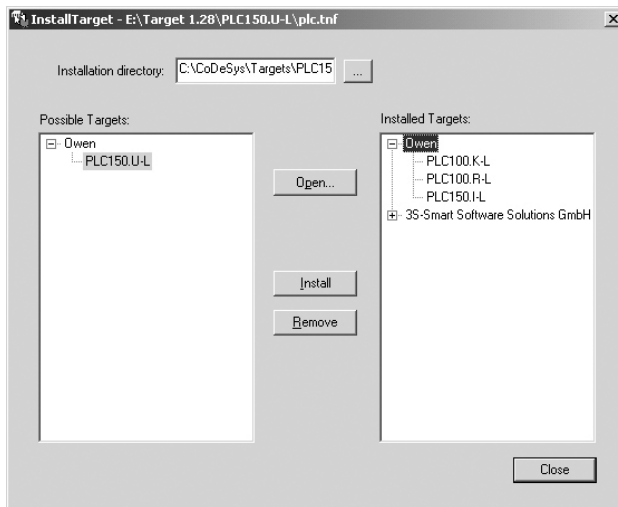

Рисунок 6.1 - Окно «InstallTarget» утилиты InstallTarge
1) В открывшемся при запуске утилиты **InstallTarget** окне (рисунок 6.1) – нажать кнопку Open и указать путь доступа к инсталлируемому Target-файлу (имеющему расширение ***.tnf**, Target Information File). Target-файлы контроллеров OWEN ПЛК150 находятся на компакт-диске, поставляемом с контроллером, в папке «Target» или могут быть скачаны с сайта www.owen.ru. При скачивании с сайта папку с Target-файлами надо разархивировать и сохранить на жестком диске ПК.